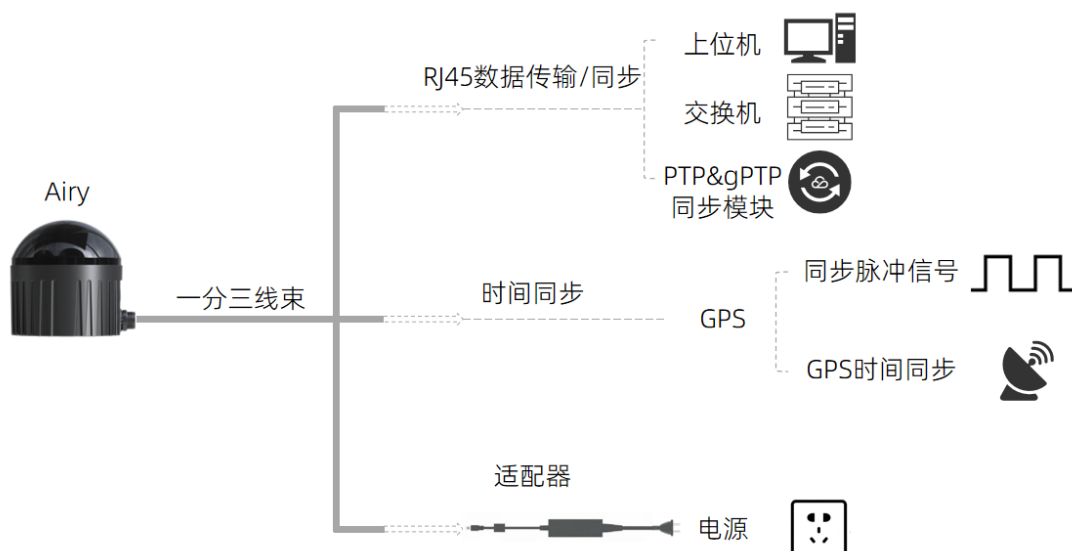

图9 雷达航插线连接示意图
连接方式如图 9 所示。
- 1) 时间同步模块 (PTP & gPTP、GPS 时间同步模块) 非出厂标配产品，如需使用相关功能，请自行购买，按照图 9 方式连接即可；